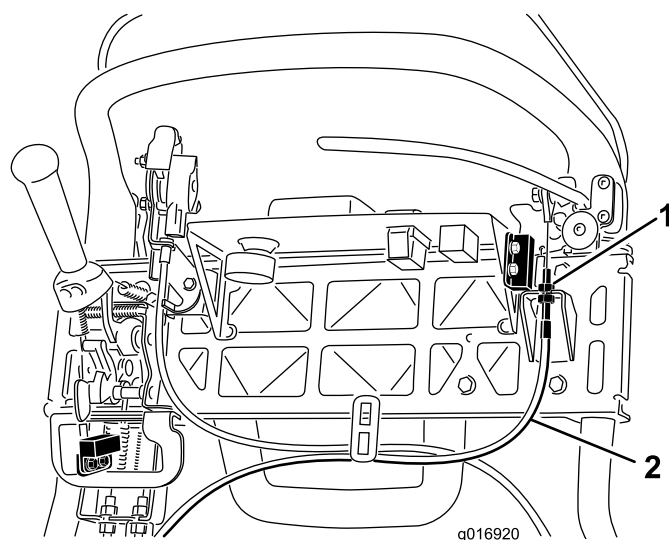

図 40
3. ケーブルの張りを強くするには、上ケーブルのジャムナットをゆるめて下ケーブルのジャムナットを 図 40 を締めつけ、レバーを引くのに必要な力が 156 N16 kg になるように調整する。つまり、駐車ブレーキを解除するときレバーを持ち上げるときに必要な力である。